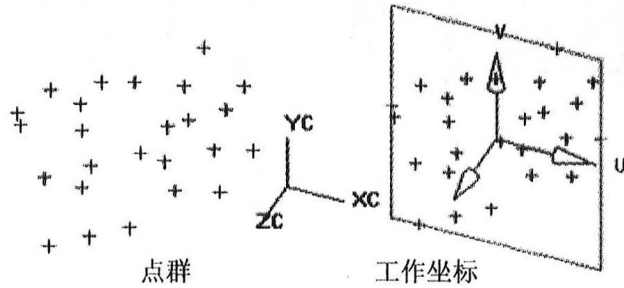

图 1.21 指定工作坐标系
- WCS(工作坐标): 将当前的工作坐标作为选择点的坐标轴, 如图 1.21 所示。